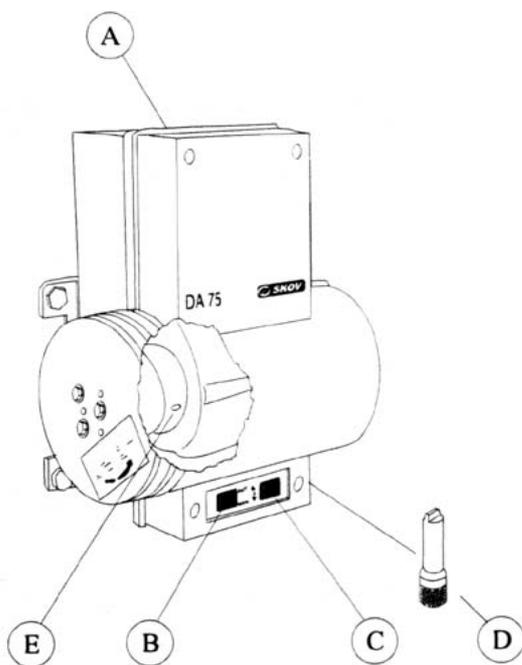

Рис. 1. Порядок работы
Серводвигатель DA 75A необходимо закрепить на стене в вертикальном либо горизонтальном положении. При установке в горизонтальном положении вал должен быть наклонен вниз, что исключает проникновение воды. В странах с горячим климатом необходимо исключать возможность прямого воздействия солнечных лучей на корпус серводвигателя. Для крепления серводвигателя используются 4 болта диаметром 10 мм. Над корпусом серводвигатель должно быть достаточно свободного пространства (А), Рис. 1 для использования коленчатого приводного вала или электродрели с автономным источником питания для привода серводвигателя в случае возникновения необходимости.
Отсоедините электропроводку и отпустите крепежный винт (E) Рис. 1. Теперь с серводвигателя можно снять шкив привода. Следите, чтобы провода случайно не дотрагивались до контактов, на которых они обычно закреплены, а также, что шпонка не вывалилась из паза в валу. Снимите контрольную панель, см. выше по тексту. Удалите 4 болта, которыми шкив крепится к корпусу. Если новый серводвигатель поставляется без конденсатора (M), снимите данный конденсатор и с неисправного серводвигателя и установите на новый. Для этого, снимите крышку серводвигателя открутив болт (N), затем ослабьте винты (P) и отвинтите два провода. Установите новый серводвигатель действуя в обратном порядке. Перед установкой шкива привода, убедитесь, что вал привода занимает требуемое положение (как для DA 75A-3) относительно размещения пластиковой шестерни на противоположной стороне вала привода.
В случае полного отключения электричества система может работать в ручном режиме. Отпустите винт в зоне (A) Рис. 1. Установите вставку (D) в соответствующий разъем или используйте электродрель с автономным источником питания. Установите зацепление с валом серводвигателя через отверстие в зоне А. Если вал вращается по часовой стрелке, серводвигатель будет открывать систему. Не следует излишне открывать или закрывать приточные форточки (штанга выходит за крайние положения по открытию и закрытию), поскольку это может привести к повреждению системы.